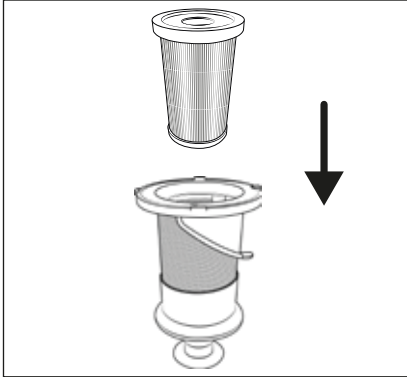

Afb. 21
- 6) Zet het RVS-filter ⑤ in het stofreservoir ⑥ en druk het volledig omlaag (zie afb. 21). Let daarbij op de vergrendelingen met verschillende groottes op het RVS-filter ⑤. Het RVS-filter ⑤ kan door deze vergrendelingen maar in één stand in het stofreservoir ⑥ worden geplaatst.